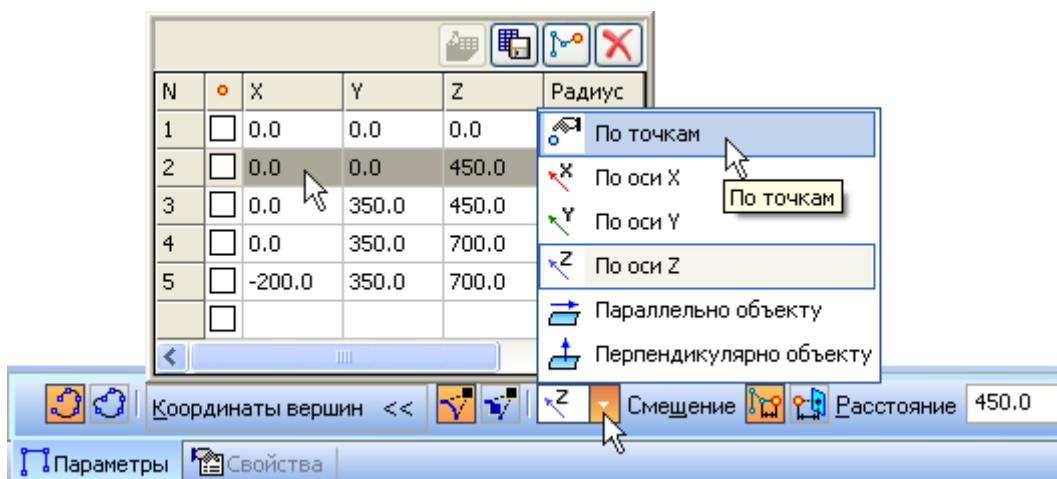

Рисунок 15.
- Откройте список Способ построения и укажите вариант По точкам — теперь вершины 1 и 2 независимы друг от друга (рис. 15).